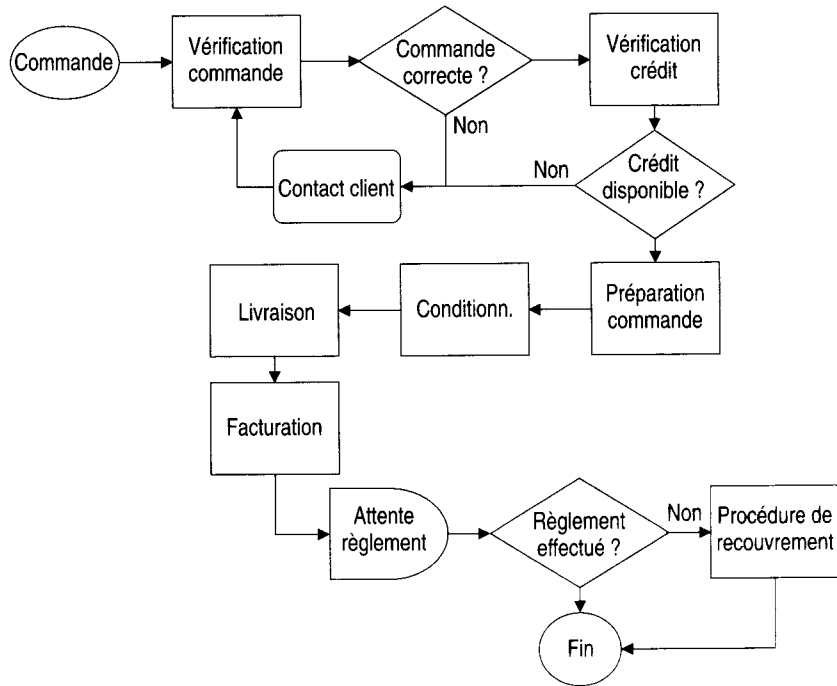

Figure 1.2.4. Traitement d'une commande : enchaînement des opérations
3. Qui est le client ? Qui est le fournisseur ?	La représentation sous forme d'organigramme (figure 1.2.4.) facilite la mise en évidence des enchaînements